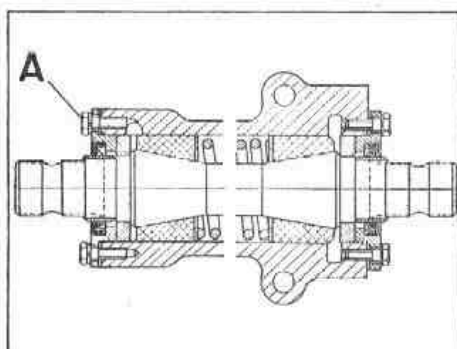

Fig. G-59 Sección longitudinal de la caja compensadora
3.16. Instalar la arandela-brida con su retén de aceite, solamente en el extremo inferior de la caja, fijándola con sus tornillos y arandelas, y se aplicará Loctite en la rosca del tornillo correspondiente al agujero de vaciado, A (Fig. G-59).